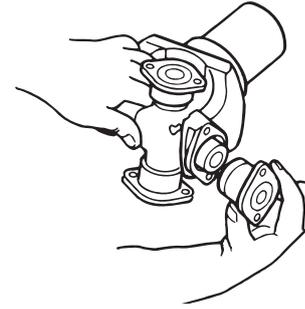

Figura 5.2
4. Remova o segundo rolamento copo. Figura 5.2.